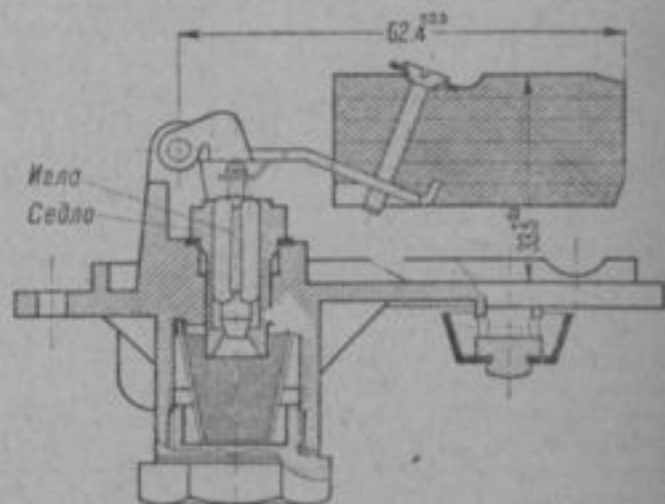

Рис. 2. Проверка поплавкового механизма
2. Поплавковый механизм играет решающую роль в поддержании правильного уровня в поплавковой камере. Необходимо помнить, что повышение уровня бензина на 2—3 мм сверх установленного приведет не только к обогащению смеси, но и к переливу бензина через форсунки малых оборотов, даже при остановке двигателя. Поэтому расположение поплавка и рычага поплавка в крайнем положении должно точно соответствовать размерам, указанным на рис. 2. Поплавок должен свободно ходить на своей оси без заеданий. Игла свободно помещается в прорезях поплавка и не должна зажиматься.